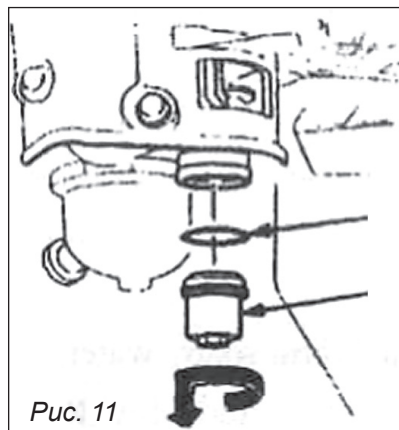

Рис. 11
Переместите топливный кран в положение «Закрыто» (OFF), открутите гайку топливного фильтра и уплотнительное кольцо. Промойте детали в растворителе, тщательно прочистите их и снова установите на прежние места. Переместите топливный кран в положение «Открыто» (ON) и убедитесь, чтобы не было утечек (рис. 11).